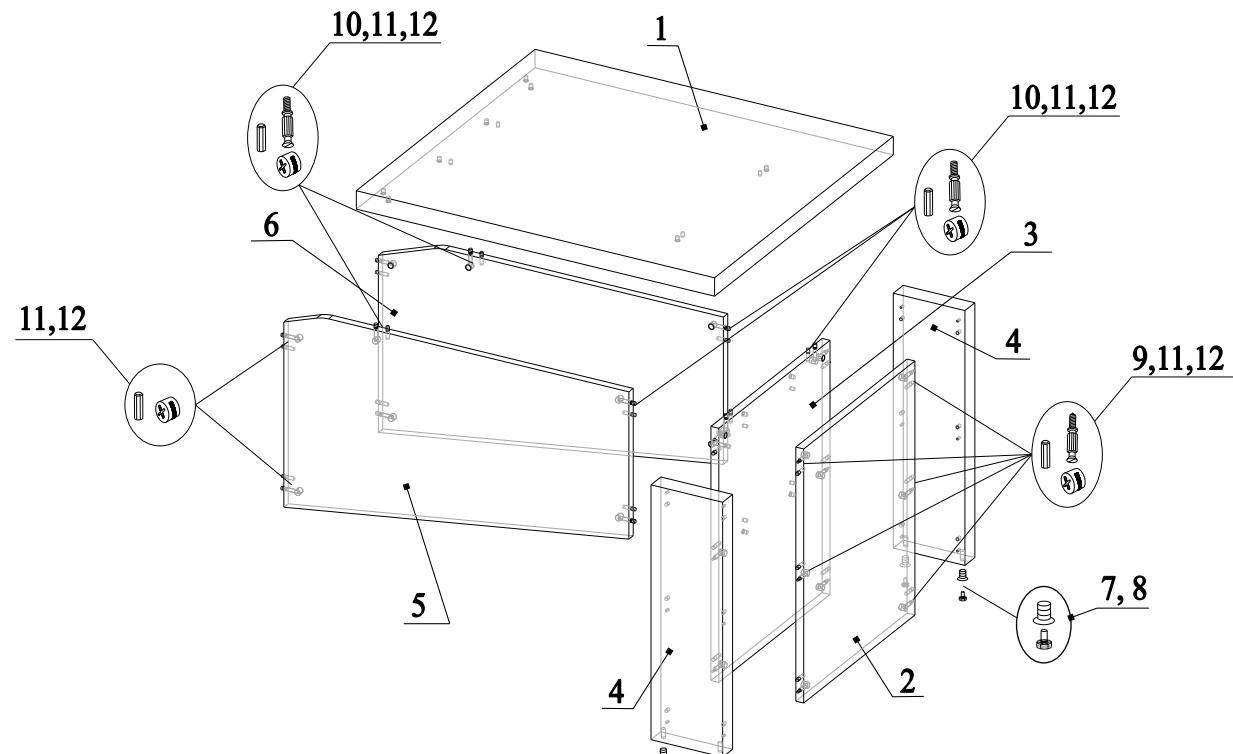

Рис.1
- В нижний торец деталей 4 закрутить футорку 8 и вкрутить в нее опору 7 (рис.1);
- В отверстия на деталях 2, 3, 5 и 6 вставить эксцентрики 11 стрелками к торцевым отверстиям (рис.1);
- В торцевые отверстия на деталях 2, 3, 5 и 6 вставить шканты 12 (рис.1);
- Вкрутить дюбеля 10 в футорки на деталях 1 и 3 (рис.1);
- Вкрутить дюбеля 9 в отверстия на деталях 4 (рис.1);
- Соединить детали 2, 3 и 4, затянуть эксцентрики по часовой стрелке до упора (рис.1);
- Соединить детали 3, 5 и 6, затянуть эксцентрики по часовой стрелке до упора (рис.1);
- Соединить детали 1, 3, 5 и 6, затянуть эксцентрики по часовой стрелке до упора (рис.1);